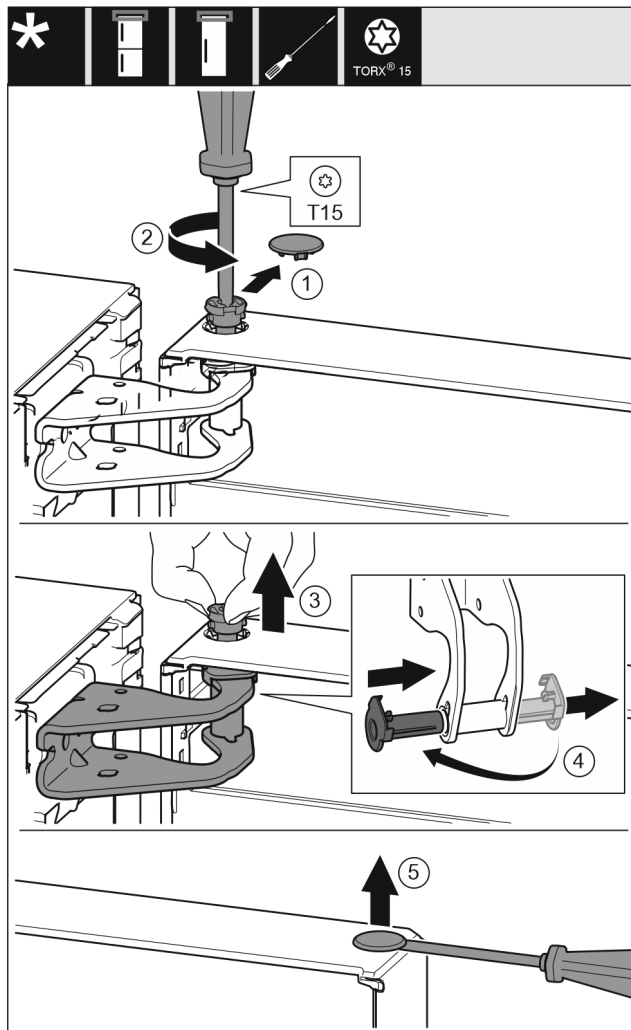

Fig. 9
- Nxirrni me kujdes kapakun mbulues të siguresës. Fig. 9 (1)
- Lironi paksa bulonin me një kaçavidë T15. Fig. 9 (2)
- Mbani derën fort dhe nxirrni jashtë bulonin me gisht. Fig. 9 (3)
- Nxirrni jashtë nga foleja udhëzuese manikotat e kapjes. Futni në vend ato të anës tjetër dhe mbërthejini në vend. Fig. 9 (4)
- Ngrini lart me kujdes me një kaçavidë tapat nga manikotat e kapjes së derës dhe nxirrini jashtë. Fig. 9 (5)